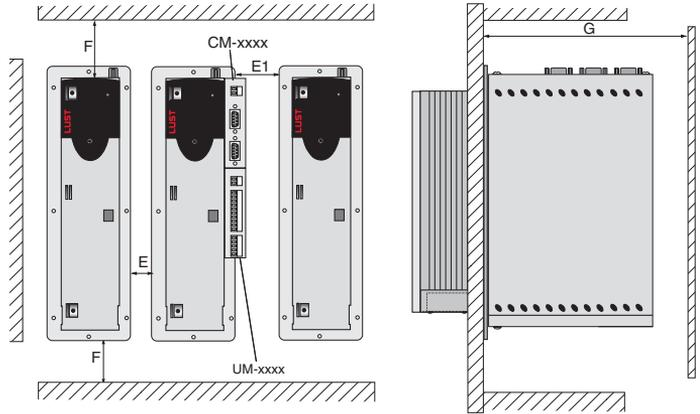

Bild 2.3 Montageabstände (siehe Tabelle 2.5)
1) Montageabstände, siehe Bild 2.3